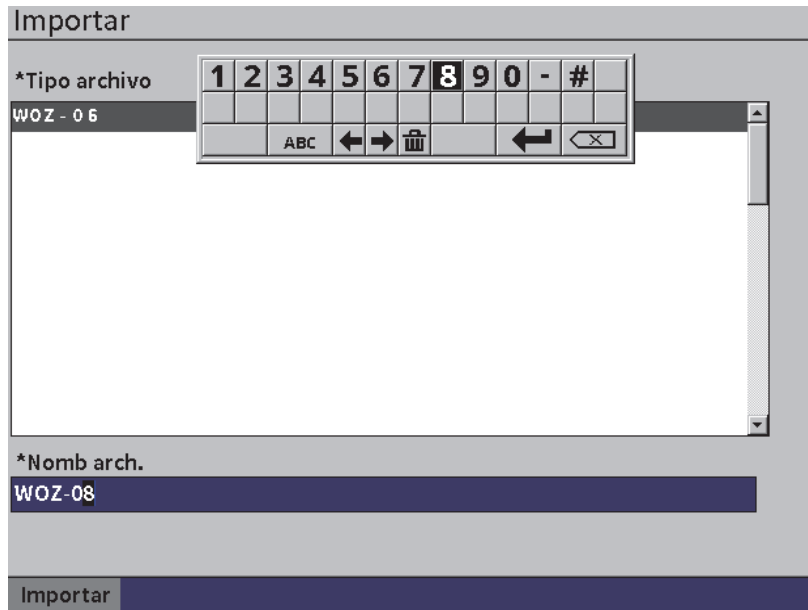

Figura 9-33 Página de configuración Importar (para archivo de video)
- Para importar el archivo seleccionado con un nombre diferente, introduzca un nombre de archivo diverso (hasta de 32 caracteres) mediante el teclado virtual, la rueda de ajuste y la tecla ENTRAR (vea la Figura 9-33 en la página 167).